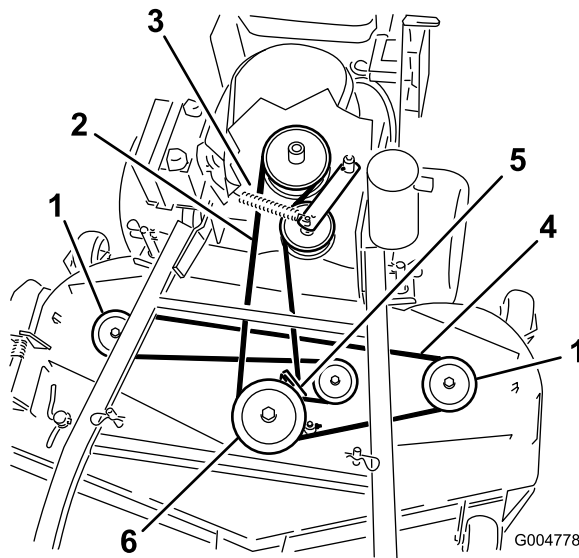
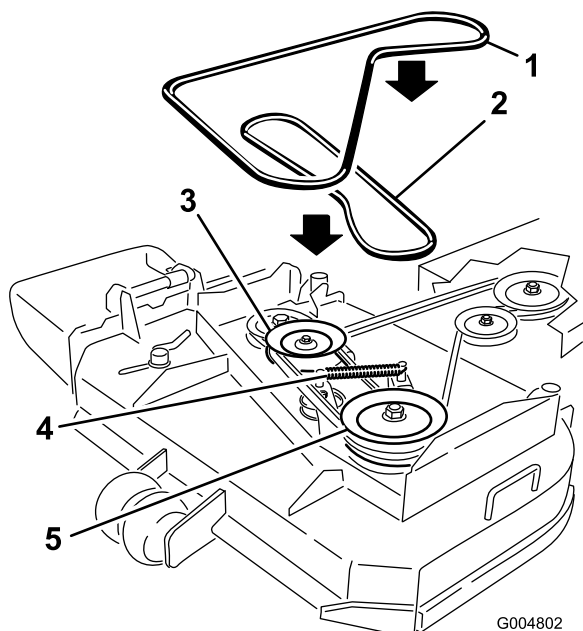

Figura 48
Figura 49
6. Desconecte el muelle del brazo de la polea tensora para aliviar la tensión de dicho brazo y de la polea tensora; retire la correa del cortacésped desgastada (Figura 48 o Figura 49).
7. Instale la nueva correa del cortacésped alrededor de las dos poleas exteriores de los ejes, la polea tensora y en la ranura inferior de la polea doble de los ejes (Figura 48 o Figura 49).
8. Conecte el muelle del brazo de la polea tensora (Figura 48 o Figura 49).
10. Ajuste la guía 3 mm (1/8 pulg.) de la correa (Figura 48 o Figura 49).